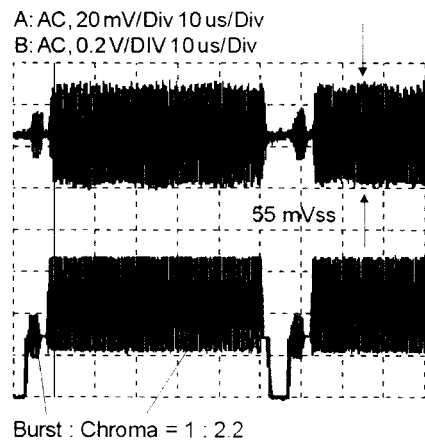

Fig. 3
- Mit Widerstand 3096 die Amplitude des Signals auf folgenden Pegel einstellen (Fig. 3) (-13.5 dB des Luminanzsignals).